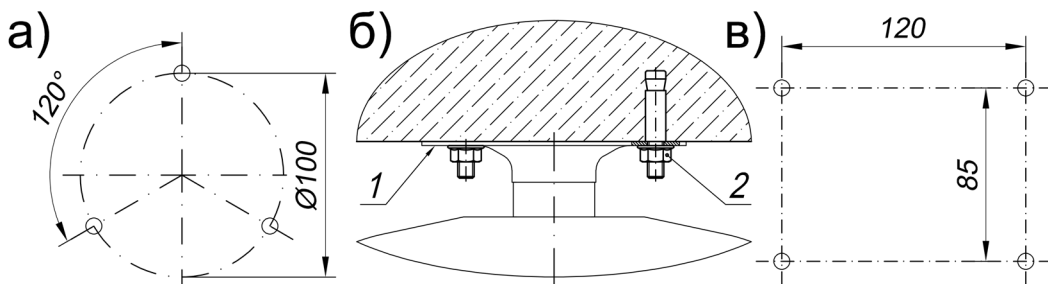

Рисунок 5 - Крепление МПП на защищаемом объекте
6.3 МПП потолочного крепления Буран-8У и Буран-8КД монтируются в верхней части защищаемого объекта. МПП закрепляется на жестких горизонтальных конструкциях (на потолке, балках, и т.п.). Координаты отверстий для крепления МПП приведены на рисунке 5а. Соединить кронштейн МПП **1** (рисунок 5б) с анкерными болтами **2** так, чтобы гайки (или головки болтов) вошли в широкие части пазов кронштейна МПП. После этого повернуть МПП вокруг оси до упора, анкерные болты при этом заходят в узкие части пазов и удерживают МПП в подвешенном состоянии. Затянуть анкерные болты.